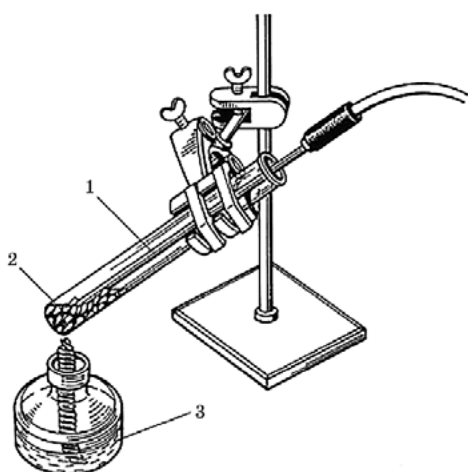

Рис. 6. Прибор для определения температуры плавления: 1 — термопарный датчик; 2 — гранулы исследуемого металла; 3 — спиртовка
1. В пробирку поместите гранулы металла (олово или свинец) на 2—2,5 см по высоте. Закрепите пробирку в лапке штатива. Закрепите термопарный датчик так, чтобы его кончик доходил почти до дна пробирки, но не касался ни его, ни стенок (рис. 6).